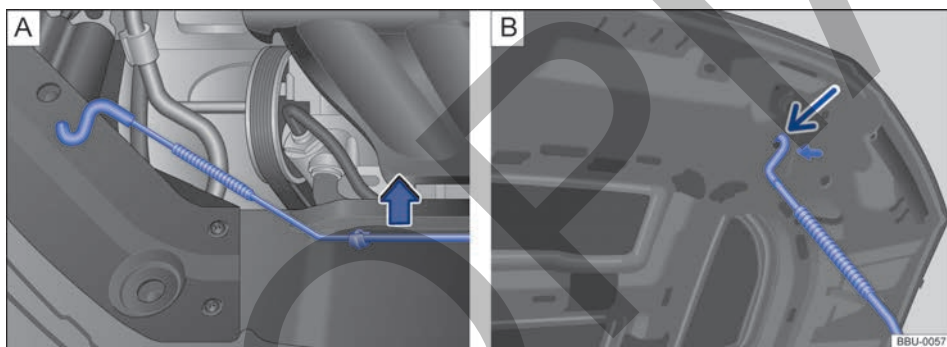

Fig. 157 **A** En el vano motor: soporte de la varilla de sujeción del capó. **B** Capó del motor levantado.
- Retire la varilla de sujeción del capó de su soporte → fig. 157 A, en el sentido de la flecha, e introdúzcala en el orificio → fig. 157 B.
- Desenganche la varilla de sujeción del capó del orificio → fig. 157 B y encájela en su soporte → fig. 157 A.